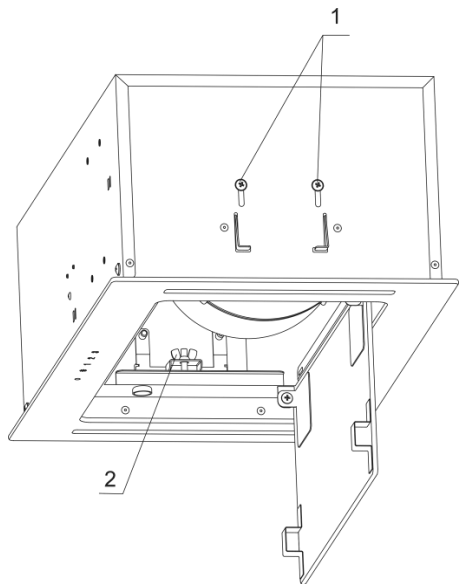

Рис. 5
6.5.1 Отверткой, отпустите с обеих сторон на 0,5 оборота четыре винта (позиция 1 рис.5). После этого откройте внутреннее стекло и вытяните жироулавливающий алюминиевый фильтр.
6.5.2 Рукой, с обеих сторон, открутите на 5 оборотов (полностью не откручивать) гайку барашковую (позиция 2 рис.5).
6.5.3 Вставьте вытяжку в прорезанное прямоугольное отверстие, слегка нажав упругие зажимы (рис.5). Рукой, с обеих сторон, закрутите гайку барашковую (позиция 2 рис.5) до полного прилегания вытяжки до дна нижней полке навесной мебельного шкафа.